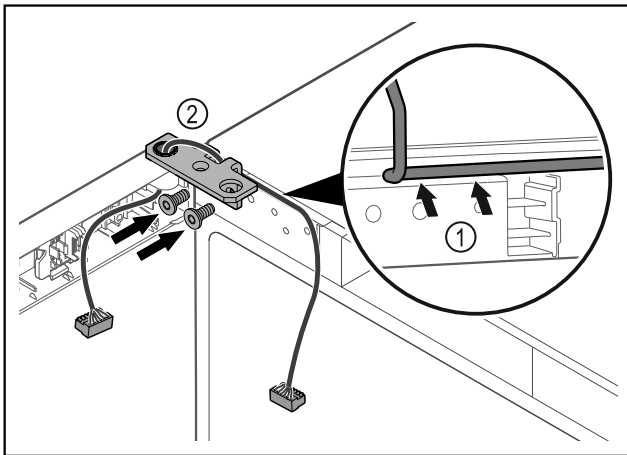

Fig. 45
▶ 将电缆穿过合页角铁的缺口并小心铺设 Fig. 45 (1)。
▶ 拧上合页角铁 Fig. 45 (2)。